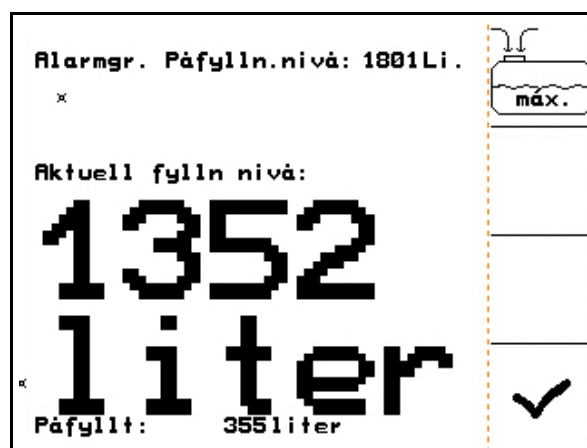

Bild 65
-  Öppna påfyllningsmenyn (Bild 65).
1.  Öppna påfyllningsmenyn (Bild 65).